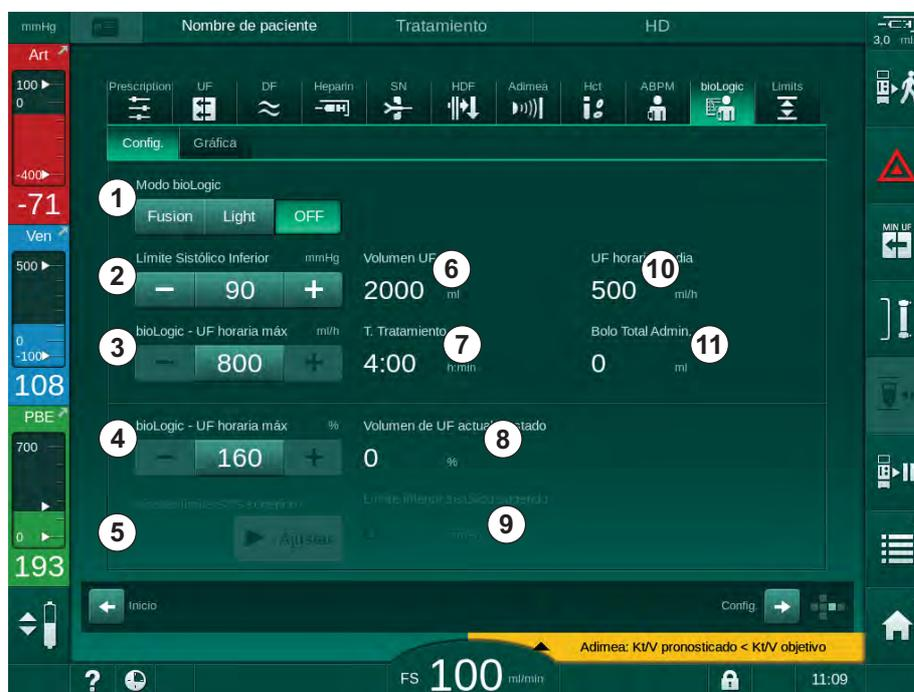

Fig. 11-20 Pantalla de ajustes de bioLogic Fusion
Cuando se activa el SLL sugerido se acepta el valor ① en Fig. 11-20. De forma opcional, el límite inferior sistólico se puede ajustar en la posición ② .
1. Para activar bioLogic Fusion o bioLogic Light, pulsar el icono *Fusion* o *Light* en el recuadro del grupo *Modo bioLogic* (Fig. 11-20, ①).